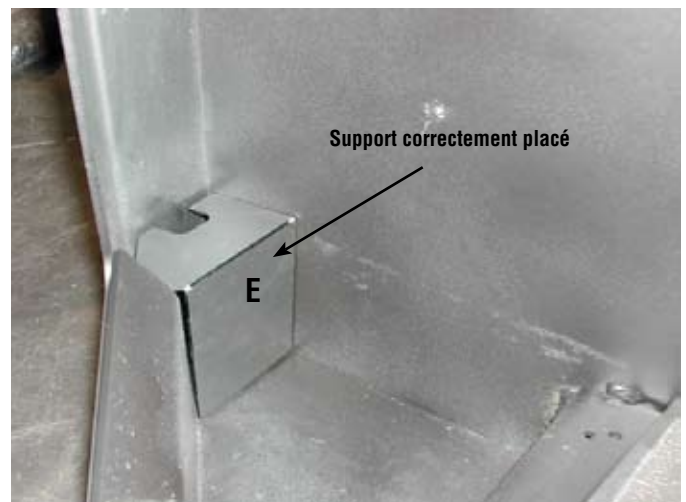

Figure 40
2. L'un des supports va dans le coin gauche du foyer, l'autre dans le coin droit. Faire pivoter les supports de manière à les placer comme illustré à la **Figure 40**. Chaque support s'insère entre le panneau arrière du foyer et l'aérateur situé à l'avant.